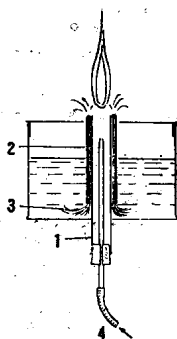

图 6 煤油鼓风机
煤油鼓风灯可以用铁罐自制，其结构如图 6，其大小可以根据需要决定。在罐底开一圆洞并焊接圆管①，圆管①要用咬口锡焊，其高度以高出罐盖 1 厘米为度。再用咬口锡焊另一短筒②，其直径较管①大 6~8 毫米，以便在①②两筒间塞住用高丽纸（或毛头纸）